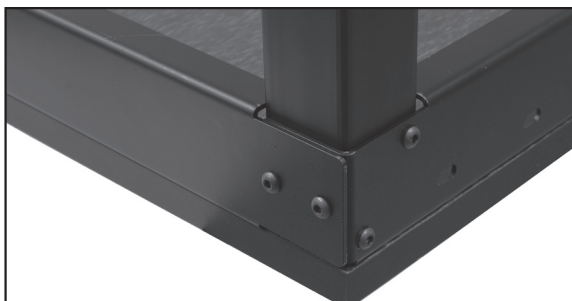

FIG. 3
4. La pata se muestra totalmente ajustada en la Fig. 3.